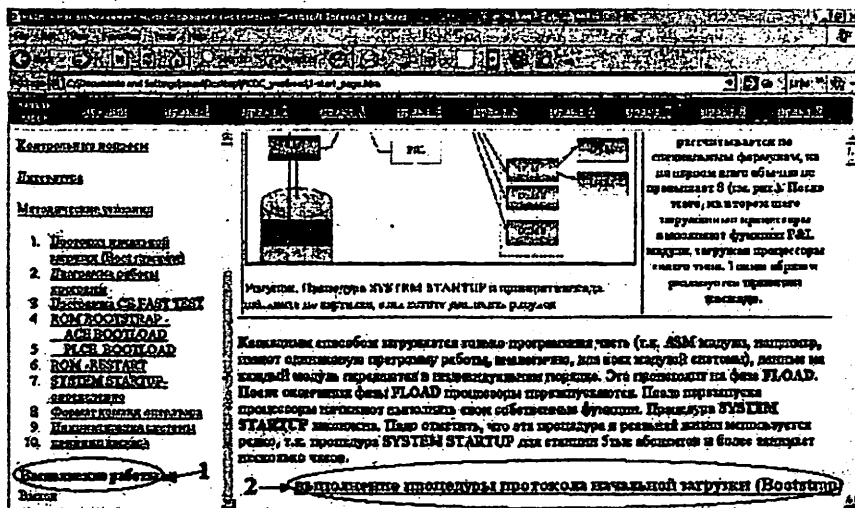

Рис.8.1. Окно практического занятия 8
1. В левой части окна практического занятия 8 «Содержание» выберите пункт «Выполнение работы» (см.рис.8.1)